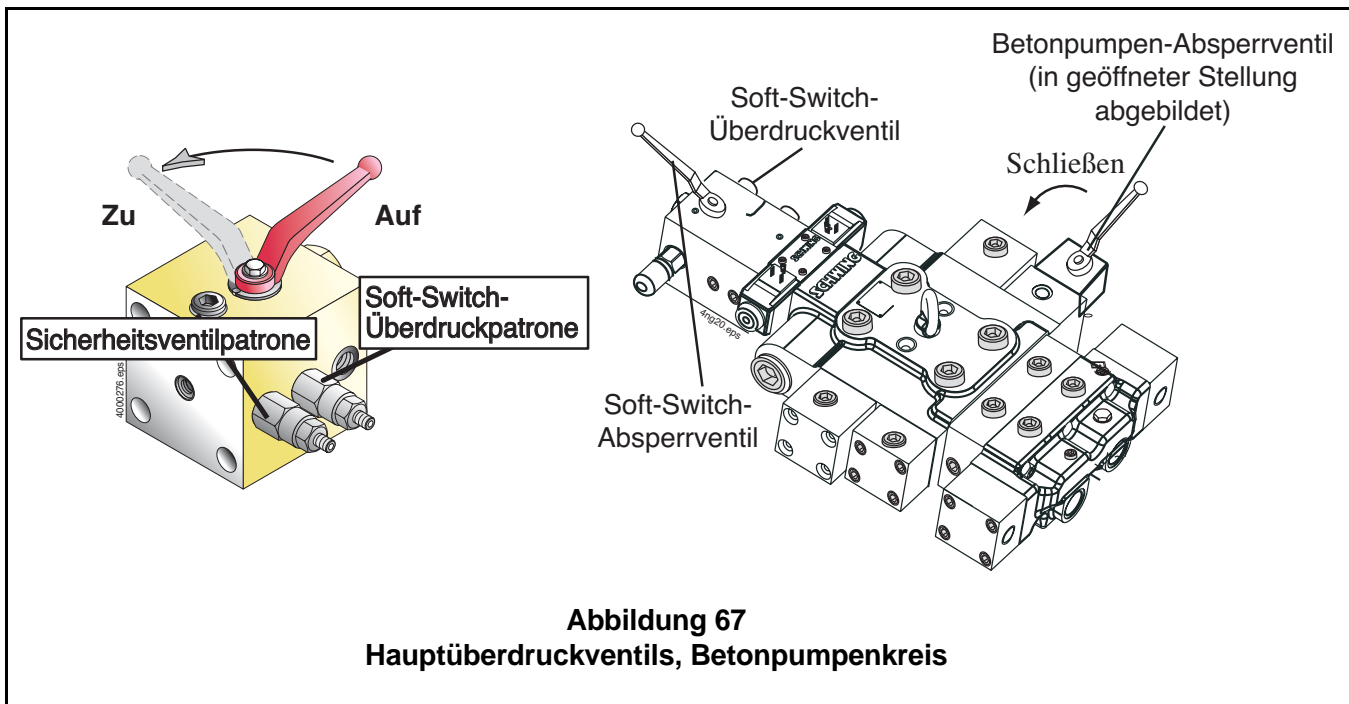

Abbildung 67
Die Betonpumpenkreise der WP-Serie von Schwing sind für einen Höchstdruck von 330 bar (4785 PSI) ausgelegt. Sie werden von einer Druckausgleichspumpe gesteuert. Siehe Abbildung 67 bzgl. Prüfen des Hauptsystemdrucks:
- Schließen Sie die in Abbildung 67 dargestellten Vierteldrehungs-Sperrventile.